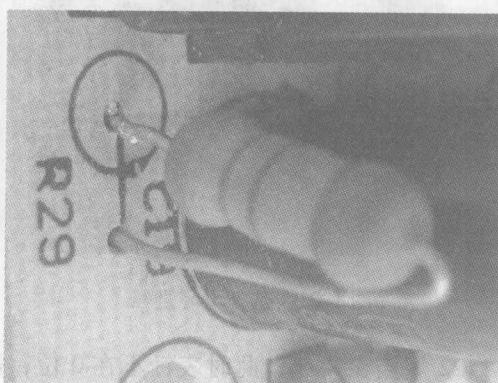

图 1-16 电阻器在电路板上的位置
① 观察被测电阻器的标称色，标为黄、橙、红色电阻，计算出该电阻器阻值为  $4.3\text{k}\Omega$ ，该电阻器在电路板上的位置如图 1-16 所示。